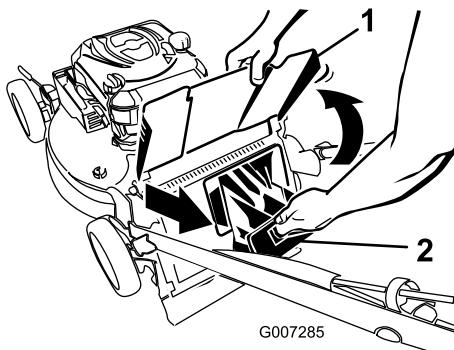

Figura 27
- Sollevate il deflettore di scarico e tenetelo sollevato (Figura 27).
- Togliete il coperchio di scarico posteriore (Figura 27).